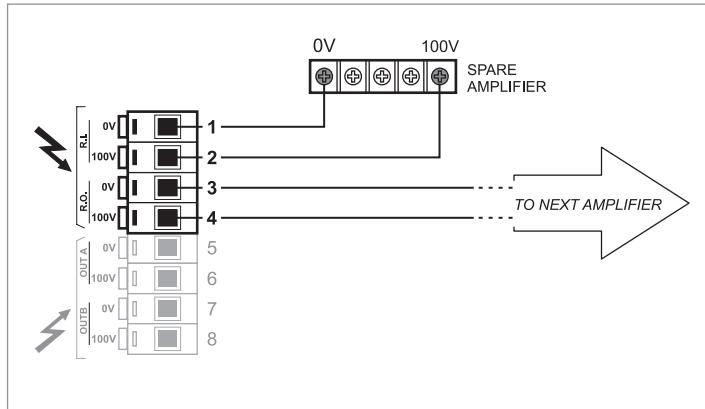

Fig. 3.4.2
La morsettiera (11) va invece utilizzata per un eventuale collegamento ad un amplificatore di riserva (fig. 3.4.2).
The terminal strip (11), on the other hand, is for use for connecting a stand-by amplifier, if required (Fig. 3.4.2).